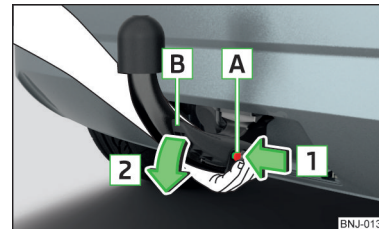

Abb. 160
- Die Kugelstange von unten fassen » Abb. 160.